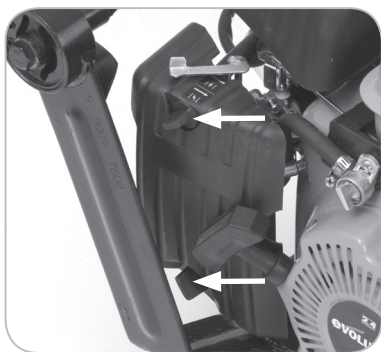

Fig. 14
- Dévissez les vis à ailettes du carter de filtre à air et retirez-le. (Fig. 14)